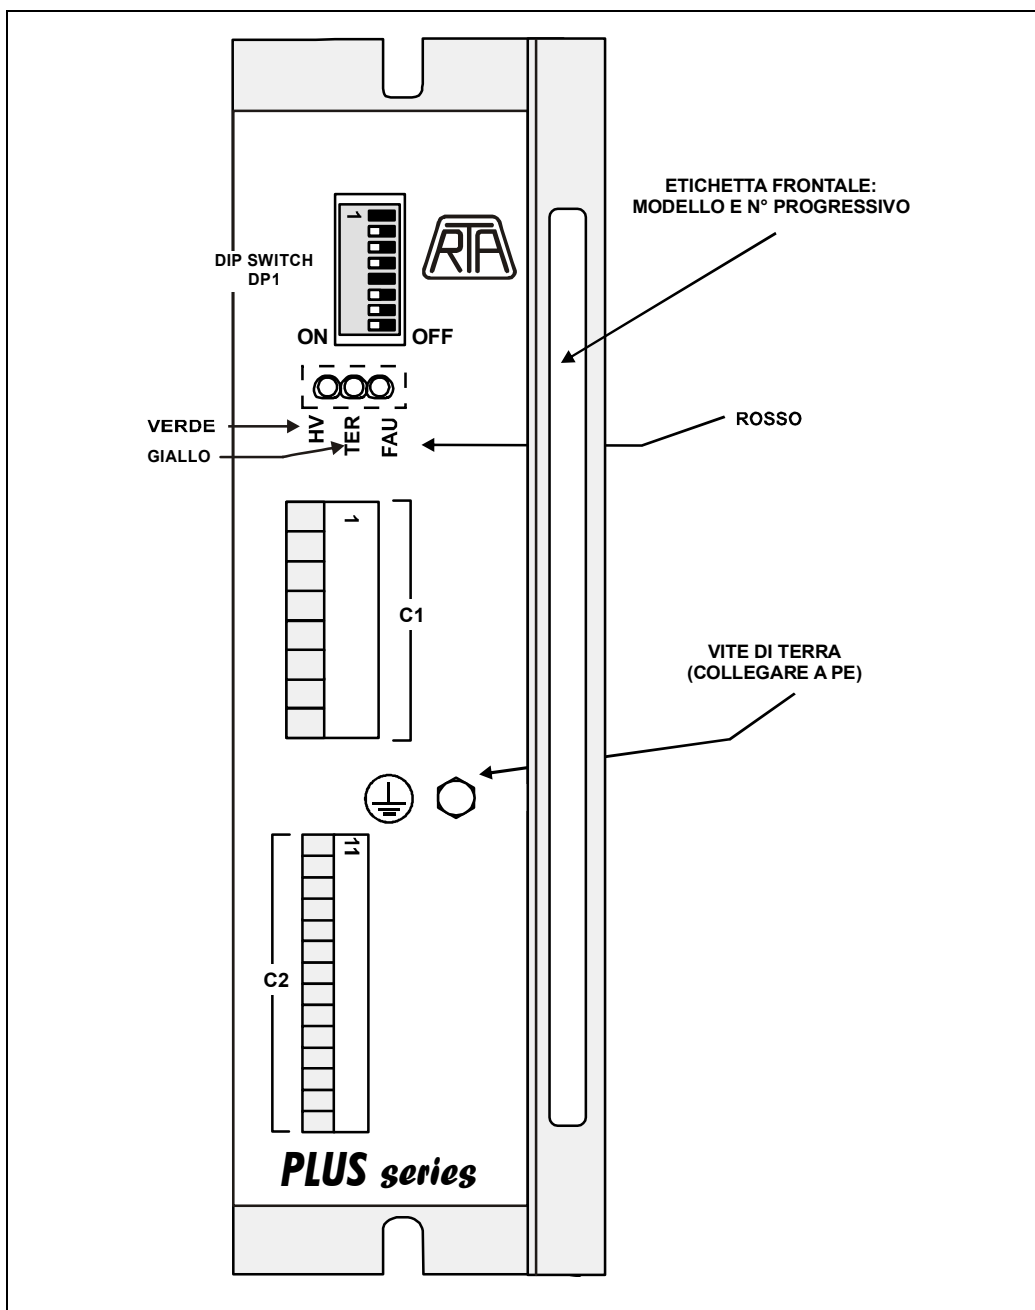

Fig. 4 – Dip-switch DP1, led e connettori.
- 6.2- In Fig. 4 è indicata la disposizione del DIP-SWITCH DP1, dei LED di segnalazione, dei connettori e delle etichette sugli azionamenti della serie PLUS B.